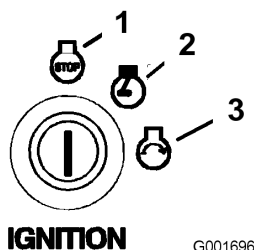

Figure 12
6. Tournez la clé de contact en position Démarrage. Relâchez la clé quand le moteur démarre (Figure 12).
4. Tournez la clé de contact à la position contact coupé et retirez-la (Figure 12).